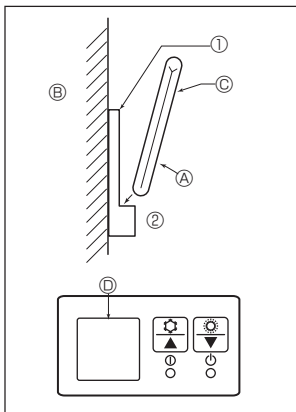

Fig. 6-8
2) Método de instalación (Fig. 6-8)